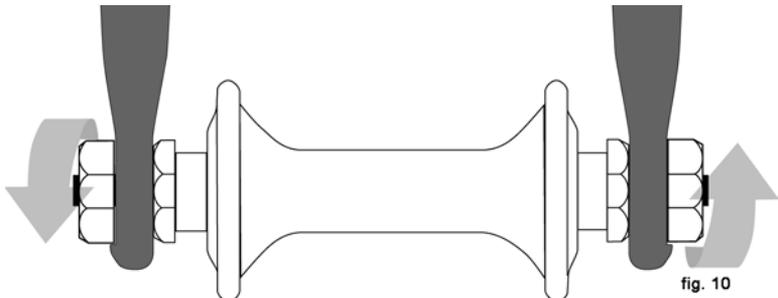

fig. 10
- Sechskantmuttern oder Sechskantschrauben die auf oder in die Nabenachse geschraubt sind (angeschraubtes Rad, Abb. 10)